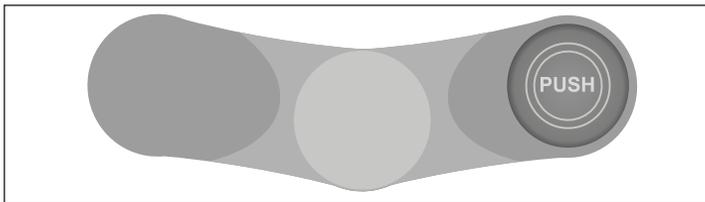

Abb.: E-18 Taste „Push“ zum Einstellen des Federweges (exemplarisch).
1. Drücken Sie die Taste „Push“ und halten Sie sie gedrückt (siehe Abb.: E-18).